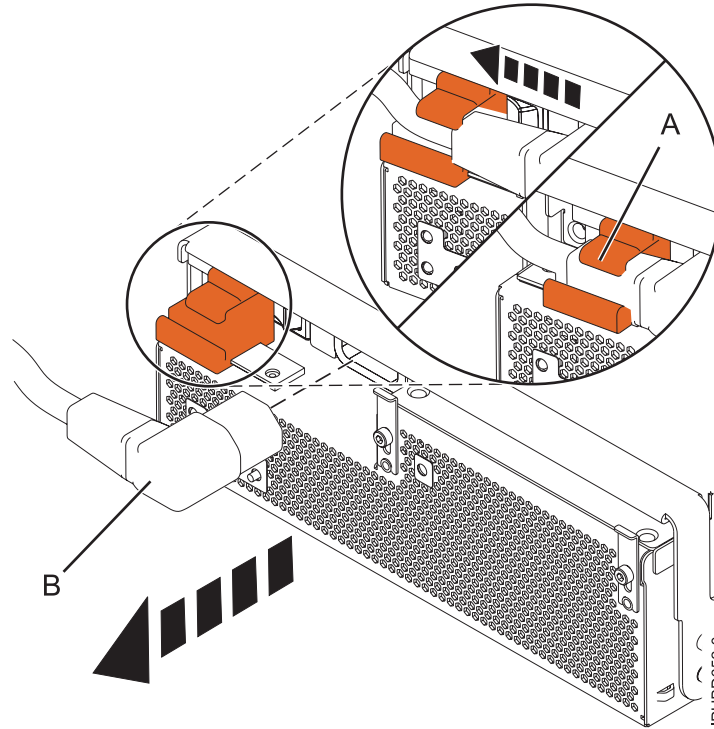

Figure 11. Déconnexion du câble d'alimentation de l'avant d'une unité d'extension
5. Pour l'alimentation électrique que vous voulez retirer, faites glisser le support de câble en position ouverte (A) puis débranchez le câble d'alimentation (B) comme illustré à la figure 11, à la page 15. En déplaçant le support en position ouverte, vous mettez le système hors tension.